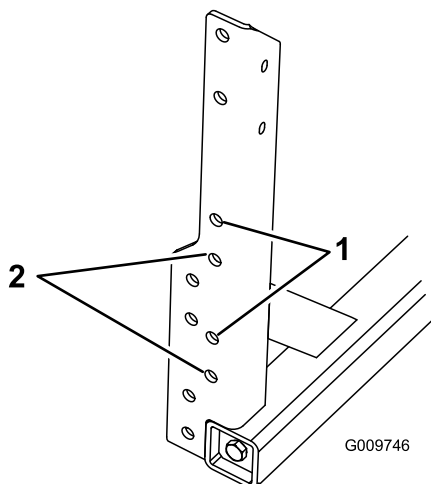

Figura 13
2. Consulte Figura 13 para localizar os orifícios de montagem adequados para instalar a rampa central na máquina.